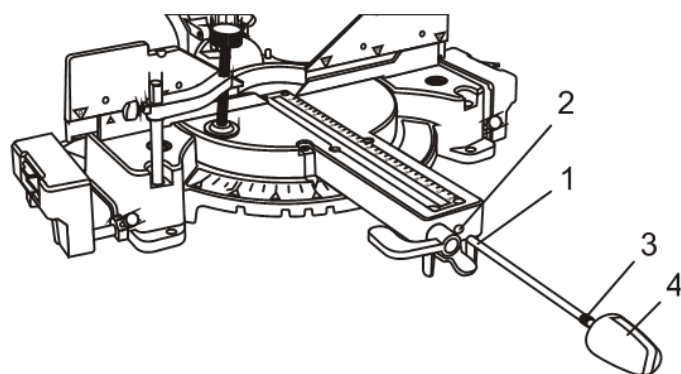

Fig. 3
1. Insérez l'extrémité non filetée de la tige de verrouillage (1) dans le trou fileté de la poignée d'onglet (2) (Fig. 3).
2. Faites glisser la tige de verrouillage dans la poignée d'onglet jusqu'à ce que la partie filetée de la tige (3) puisse être vissée dans la poignée d'onglet.